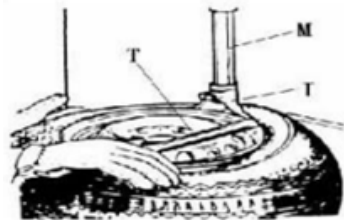

Fig. 6
Inserte la palanca de elevación (T) entre el talón del neumático y la parte frontal de la cabeza de montaje/desmontaje (I), y mueva el neumático sobre la cabeza de montaje/desmontaje como se muestra en la Fig. 6.